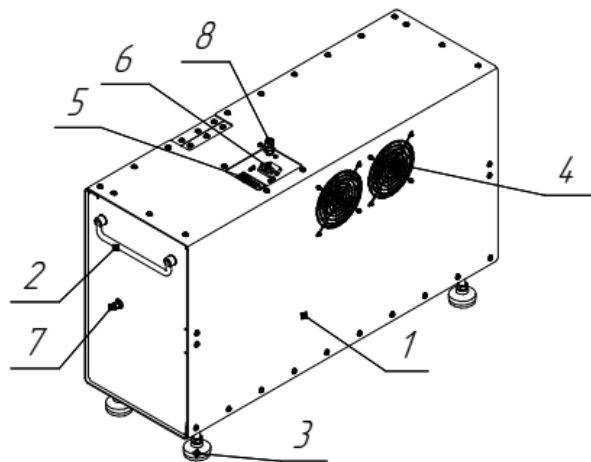

Рис. 4. Силовой блок
4.5 Все элементы силового блока расположены в металлическом корпусе 1 (Рис. 4), снабженном ручками 2 для его переноса и регулируемыи опорами 3. Для обеспечения нормального теплового режима корпус имеет вентиляционные отверстия 4 и вентиляторы (расположены с противоположной стороны). Для соединения с блоком управления на верхней стороне корпуса имеется разъем 5 для кабеля управления и разъем 6 для силового кабеля. Фитинг 7 предназначен для прокачки системы, а фитинг 8 для соединения силового блока с блоком управления.